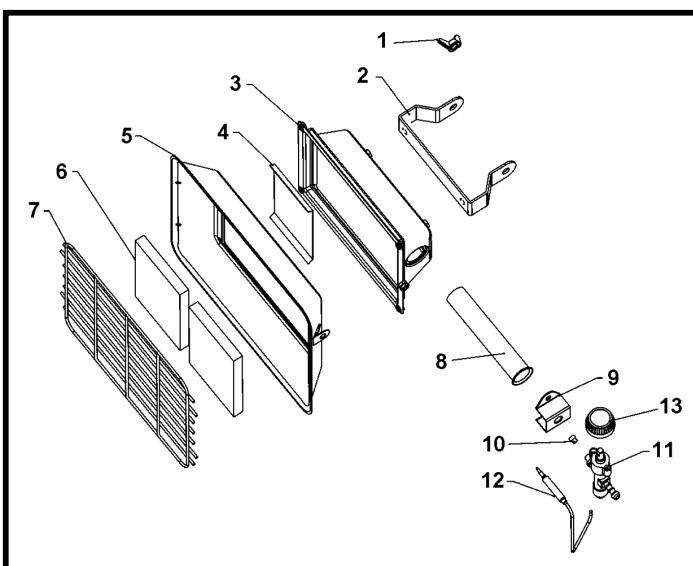
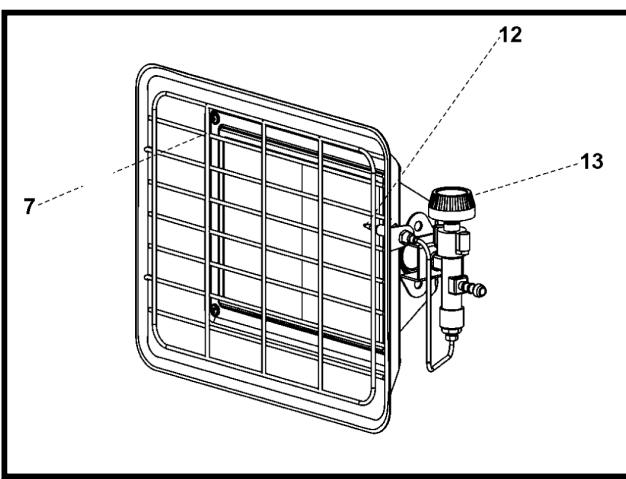

Fig. 2
Fig. 3
►► 9. ОПИСАНИЕ НА ФИГУРАТА (FIG2, FIG3):